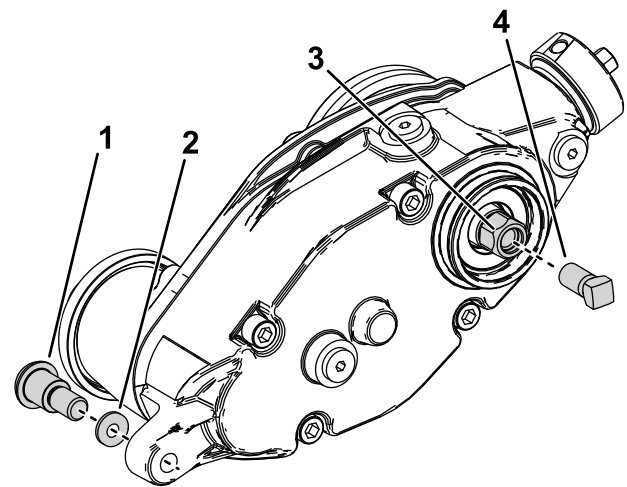

Bild 25
5. Montieren Sie die Bewehrungsschraube (Teilenummer 1-803022 – separat erhältlich) an den Innengewinden des Sechskantkopfes des Groomerantriebs und ziehen Sie diese auf ein Drehmoment von 13,5 N·m an, wie in Bild 25 dargestellt.
6. Entfernen Sie das Groomergetriebe von der Schneidspindel, indem Sie den Sechskantkopf des Groomerantriebs drehen (Bild 25).